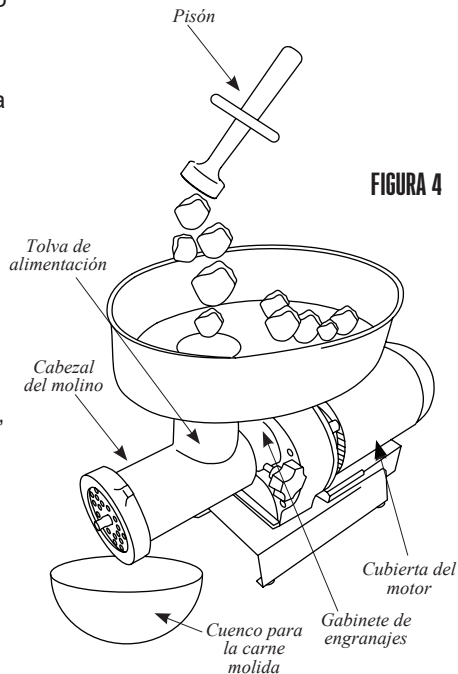

FIGURA 4
6. Coloque un plato o un cuenco para recolectar la carne molida en el extremo del cabezal del molino (**FIGURA 4**).